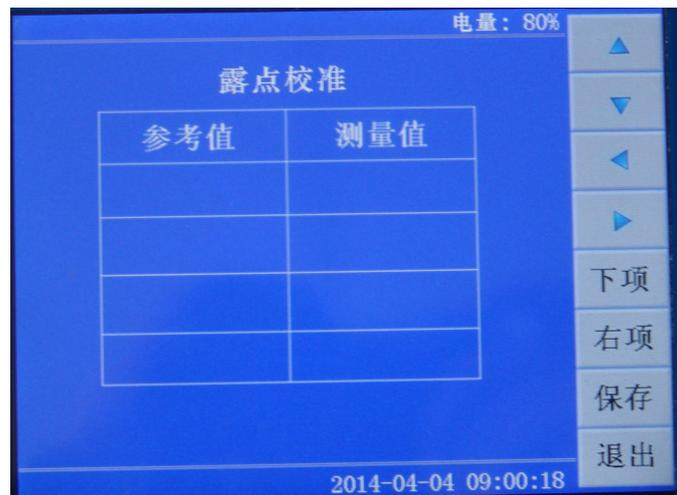

图 7
**露点校准：** 可修改露点传感器的校准值，其界面如图 7：